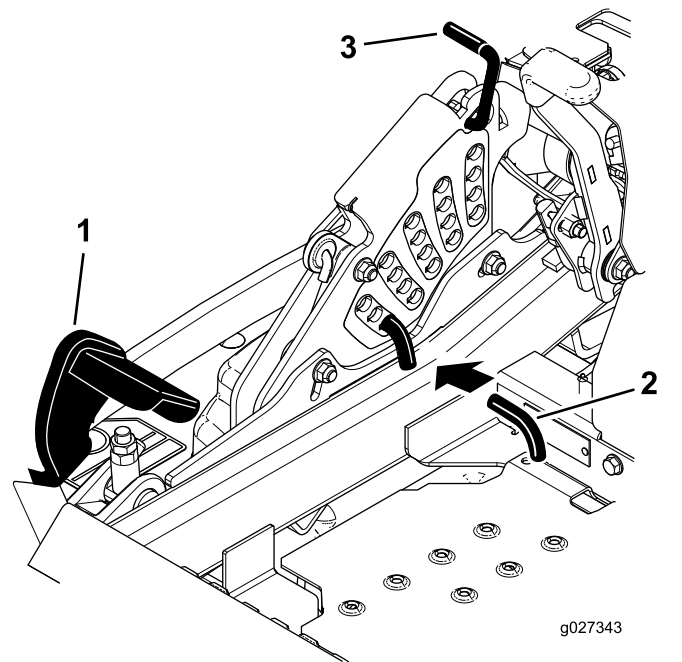

Figura 106
5. Pressione totalmente o pedal de elevação da plataforma e a plataforma tranca na posição de transporte de 14 cm (Figura 106).